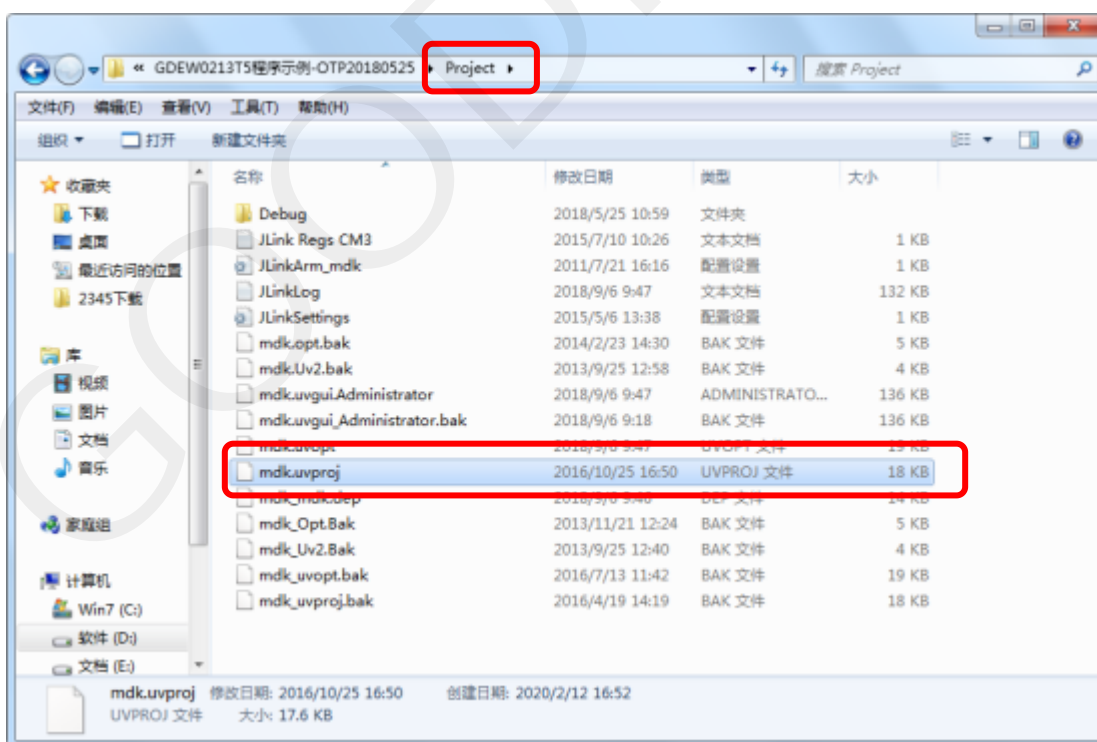

图6 打开 mdk.uvproj 工程文件
3) 用Keil4打开图6所示驱动程序文件夹project中的mdk.uvproj工程文件。